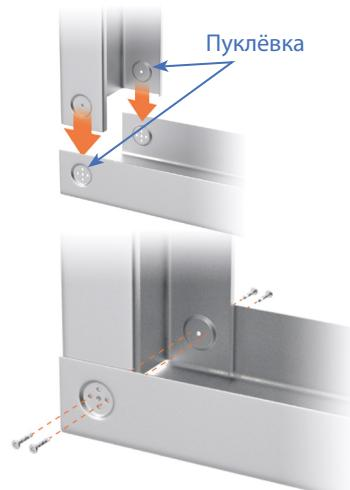

Рис. 3
4.2. Вставьте вертикальные профили ПС-1 в горизонтальный профиль ПН-1 согласно чертежу. Убедитесь, что «пуклёвки» стоечных профилей совпали с «пуклёвками» направляющего профиля (см. рис. 3).